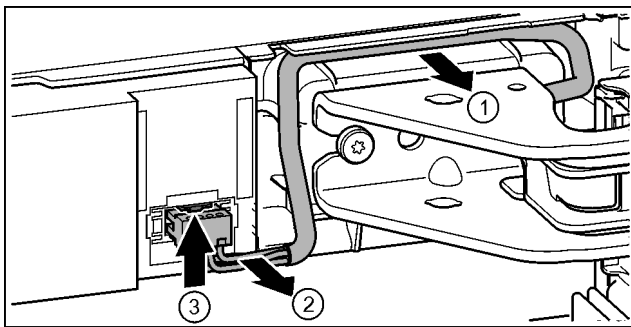

Fig. 18
- Suelte cuidadosamente el cable de la guía por el soporte de cojinete. *Fig. 18 (1)*
- Retire cuidadosamente los hilos de cable del canal. *Fig. 18 (2)*
- Presione la lengüeta hacia arriba y extraiga cuidadosamente el conector. *Fig. 18 (3)*